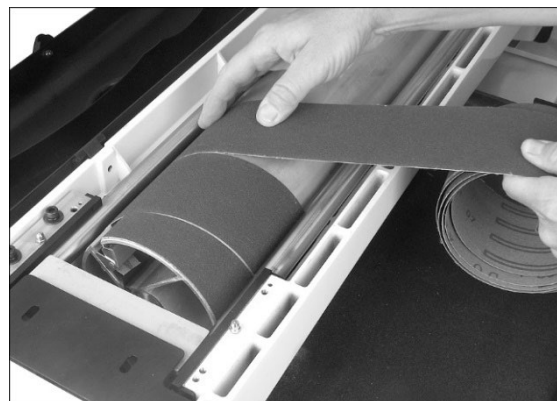

Figure 6-8
4. Continuez à enrouler l'abrasif en spirale en tournant le cylindre avec une main et en guidant la bande avec l'autre. Voir la Figure 6-8.